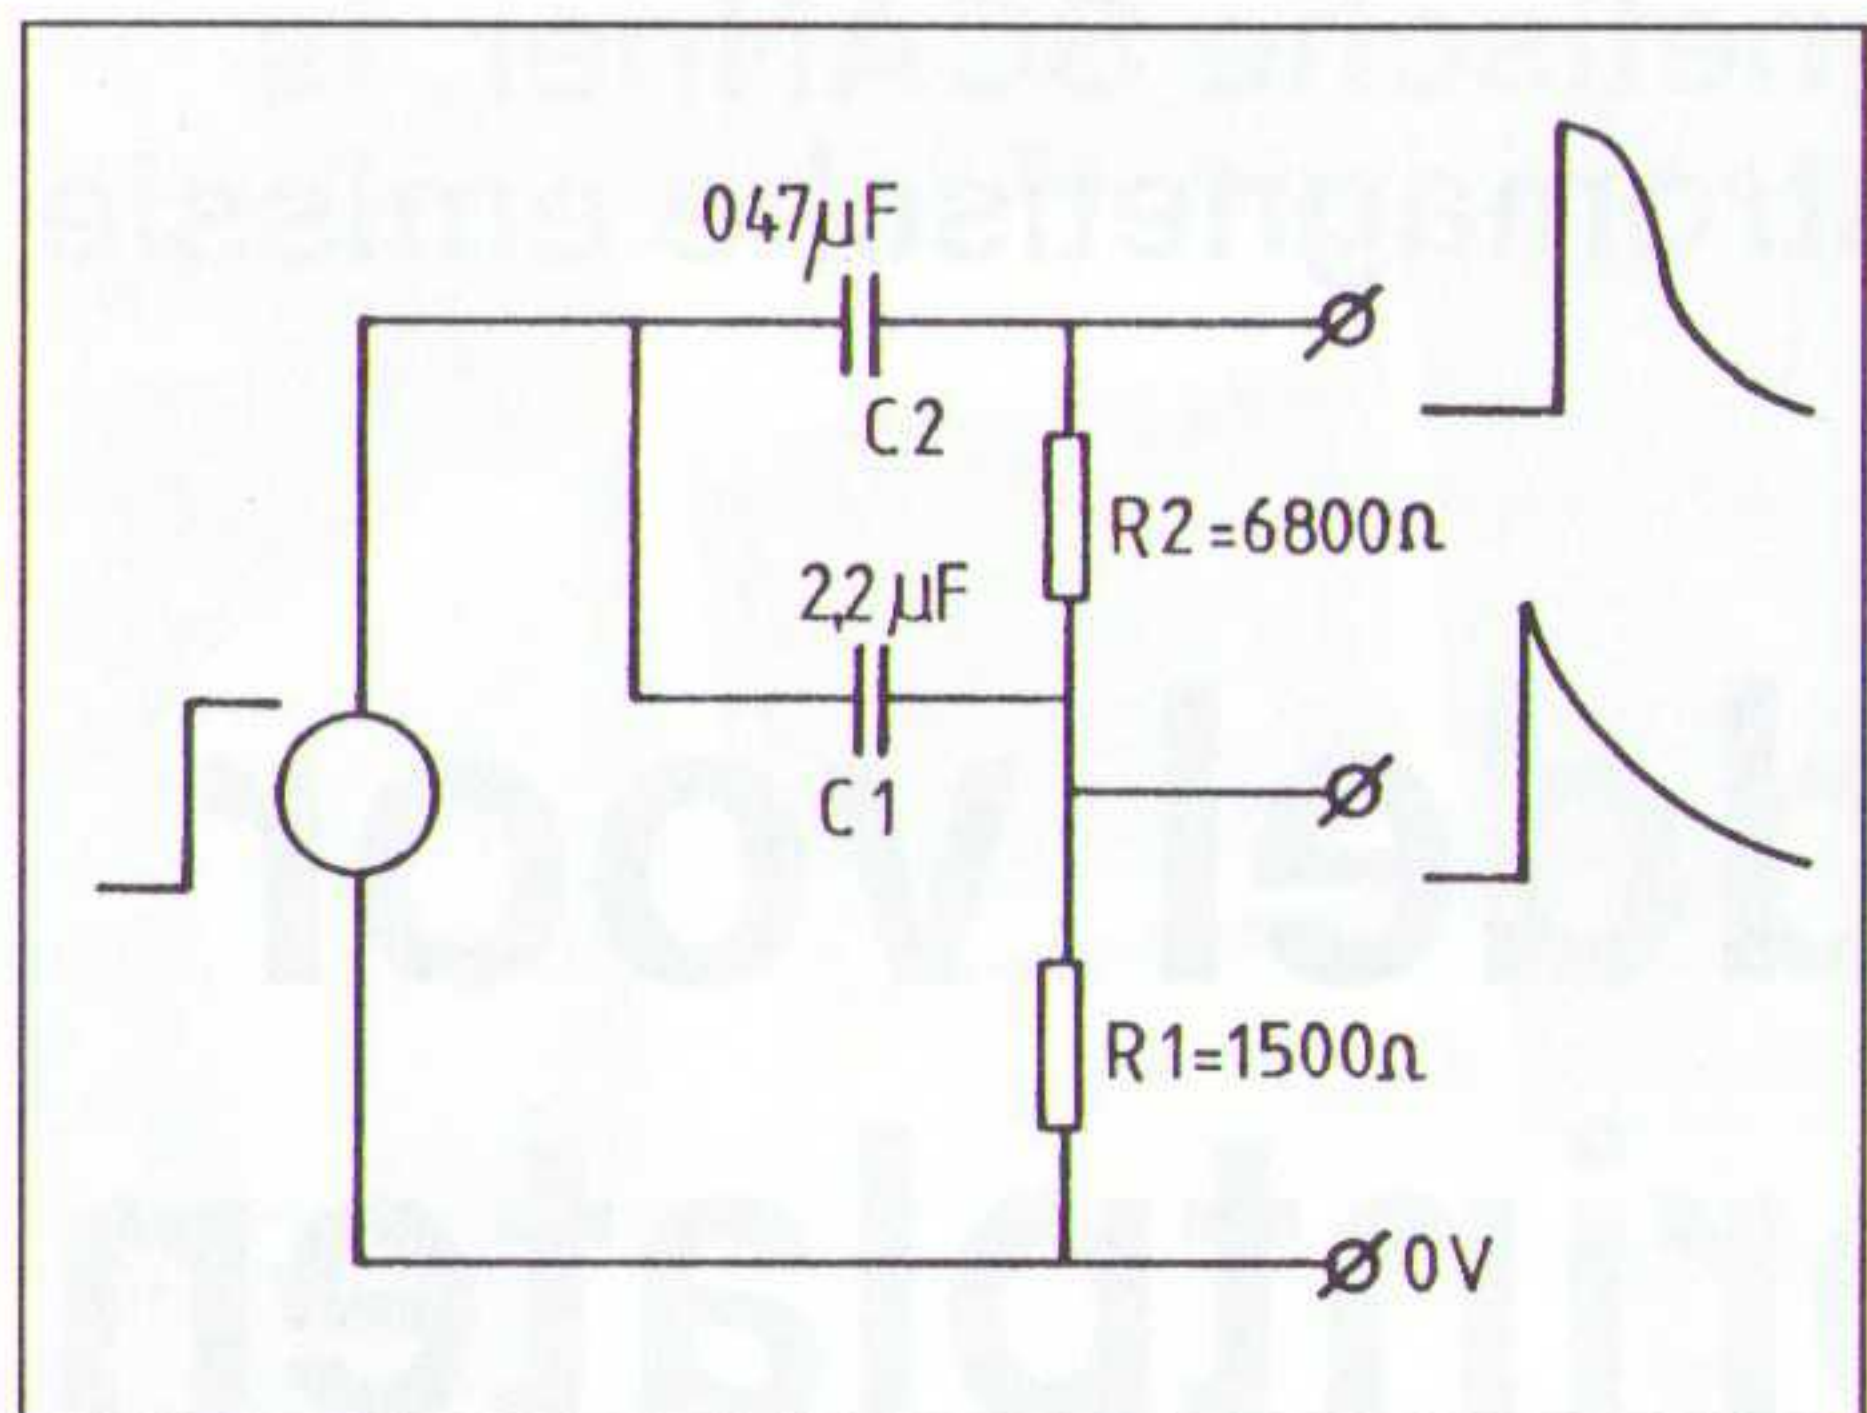

Fig. 9 Impulsvormer.
tijdsconstanten in formule (1) elkaar niet beïnvloeden. De uitgangsspanning ligt theoretisch inderdaad buiten de eenheidskring. De werking van de schakeling wordt met de meetopstelling van fig. 6 nagemeten. De uitgang is met een weerstand van max. 200 kohm belastbaar. Door recursieve toepassing is de schakeling tot grotere transformaties in staat (fig. 7, fig. 8). De spanningsopslingering gaat echter ten koste van een sterke impedantieverhoging aan de uitgang en de schakeling is nauwelijks belastbaar. Behalve als examenopgave heeft de RC-transformator nog geen praktische toepassing gevonden. In de praktijk wordt de eenvoudige trap wel als impulsvormer voor een impulsbreedte van 7,5 ms toegepast (fig. 9).